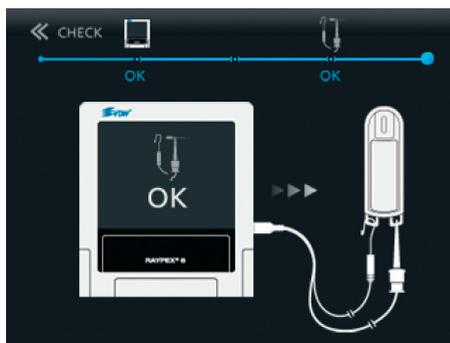
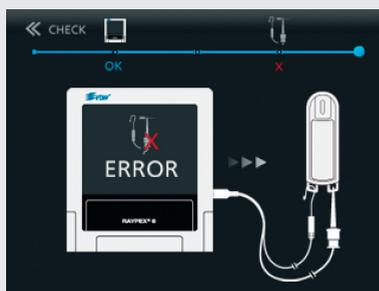

Abb. 34 Zubehör OK
Abb. 35 Zubehör ERROR
- Der CHECK der Kabel startet automatisch, und die Ergebnisse – entweder OK (Abb. 34) oder ERROR (Abb. 35) – werden auf dem Bildschirm angezeigt.